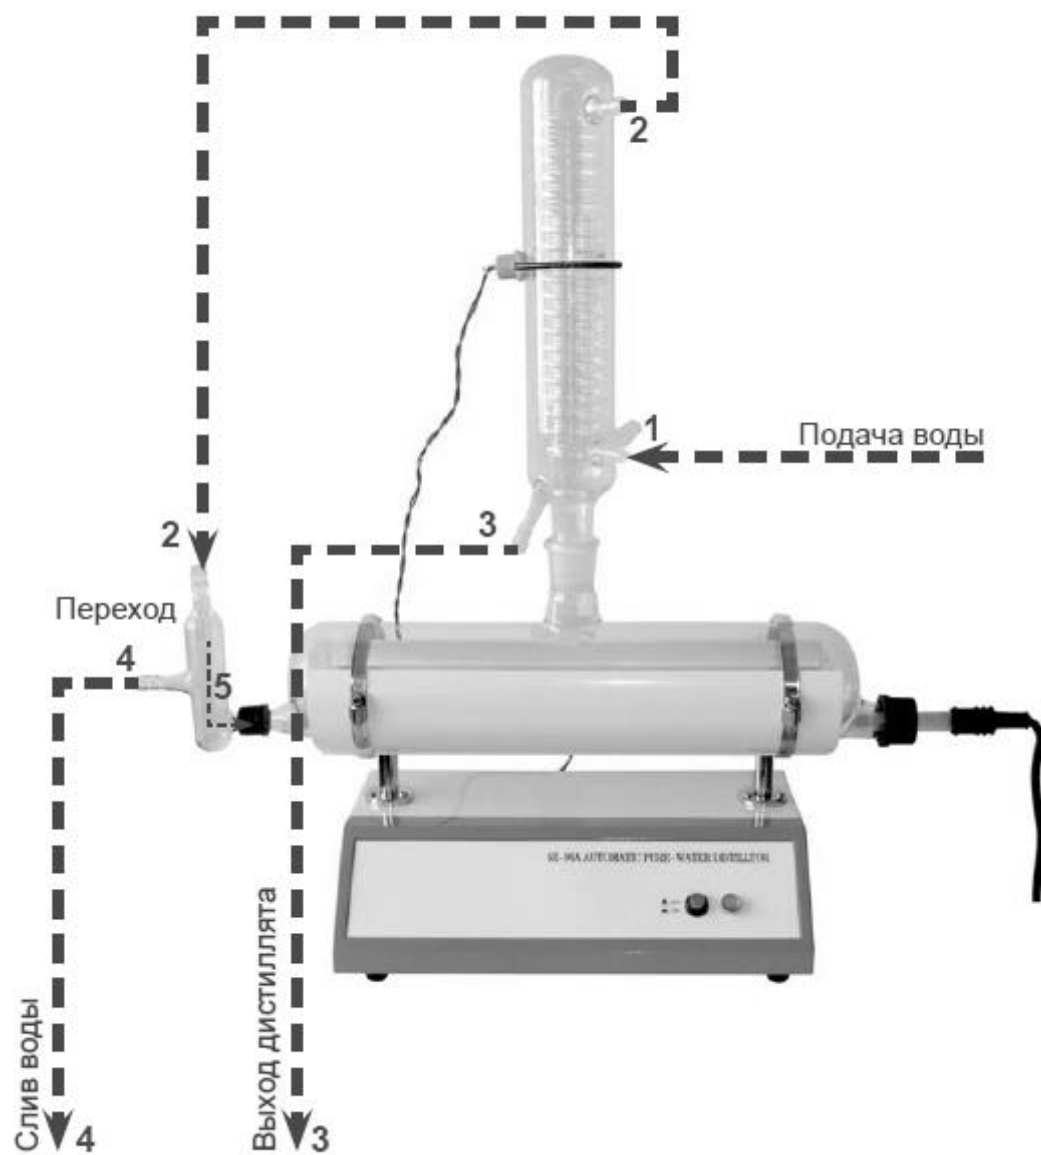

Рис. 3
9. Собрать с помощью резиновых трубок систему подачи и отвода воды, обозначенную на **Рис.3.**